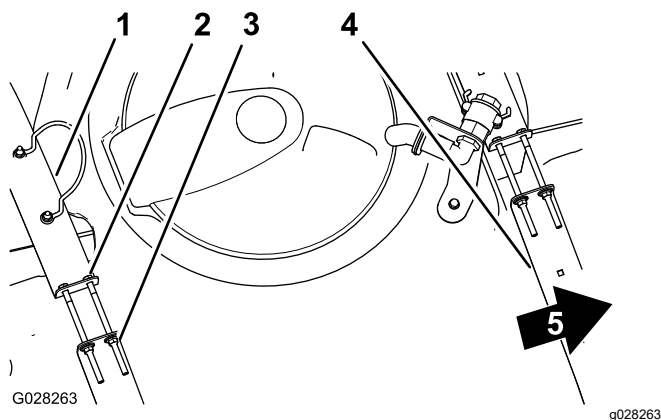

図 72
2. タンクとタンク固定ベルトとの間に、たるみができていないか点検する 図 72。
3. ベルトにゆるみがある場合には、ベルトの上部にあるフランジロックナットとボルトを締めてベルトとタンクとが面一になるようにする 図 72。